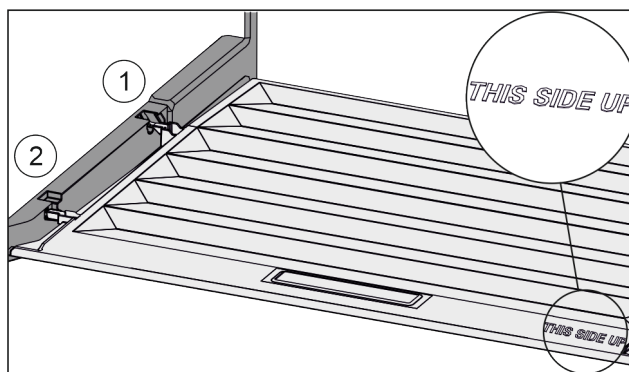

Fig. 151
- ▶ Robova predala vstavite nad odprtino zadnjega držala Fig. 151 (1), spredaj pa ju zataknite v držalo Fig. 151 (2).